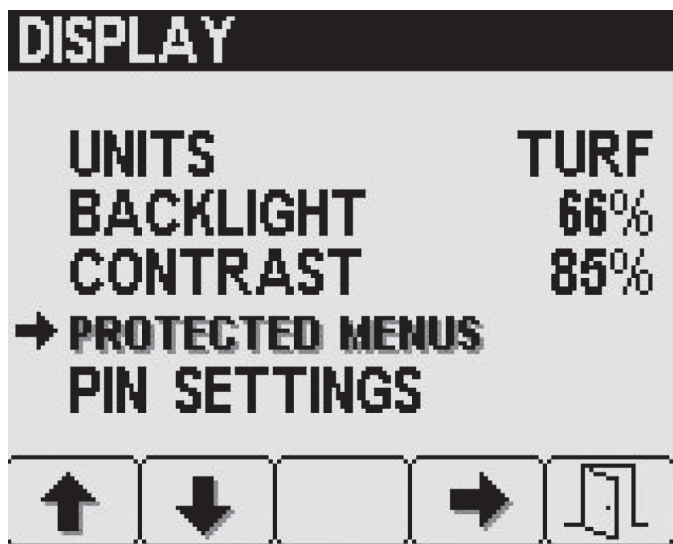

図 27
- 表示Display画面でボタン2を何度か押して保護メニューProtected Menuへ移動し、ボタン4でそれを選択する 図 27。
- ボタン2を何度か押して希望する項目を表示させる 図 27。